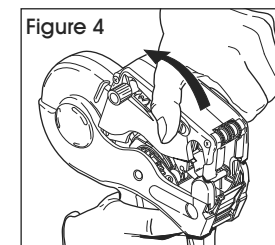

Figure 4
1. Tirez les loquets vers l'arrière et ouvrez le couvercle jusqu'à ce qu'il s'enclenche. (Voir Figure 4)